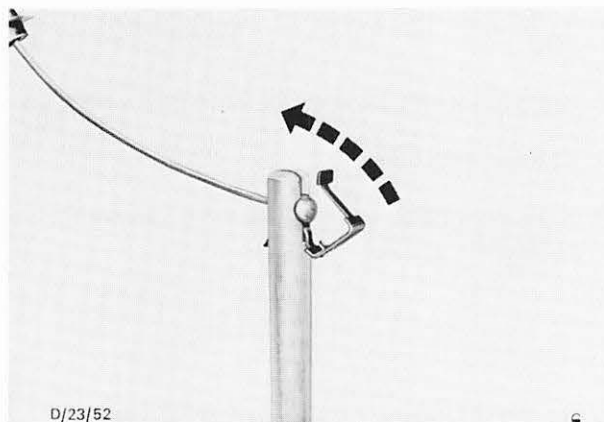

Abb. 15 Anbringung und Arretierung der Halteklammer – Vergaser-Betätigungszug
10. Betätigungszug – Vergaser in den Pedalhebel einhängen. Abb. 15.